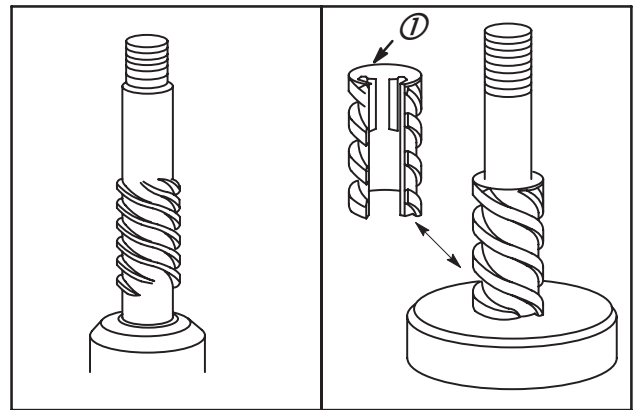

Fig. 82
Remontage de l'entraîneur de démarreur, Fig. 82
1. Procéder à l'inverse du démontage. Lors du montage de la rampe hélicoïdale sur l'arbre, les rainures (1) doivent être du côté fileté de l'axe, Fig. 82.